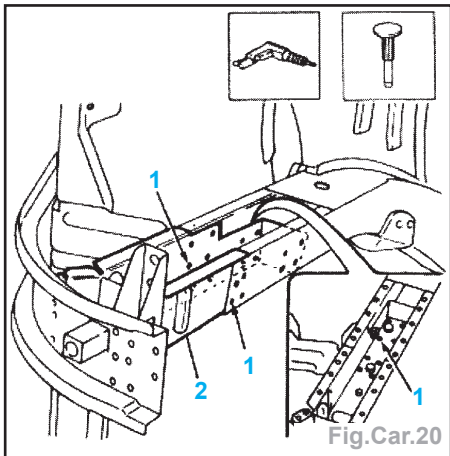

Fig.Car.20
- Dépointer la pièce (Fig.Car.20).